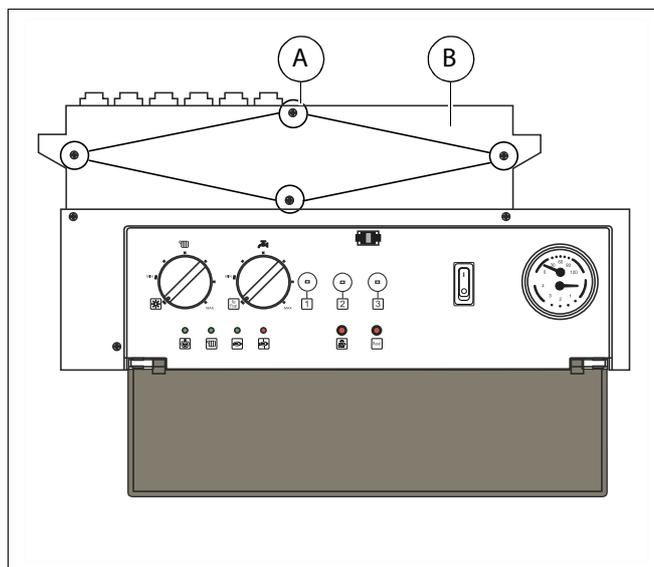

Fig. 46 Per accedere alla zona di collegamento.
- Per rendere accessibile la zona di collegamento, svitare le quattro viti (fig. 46, **pos. A**) e rimuovere la placca (fig. 46, **pos. B**).